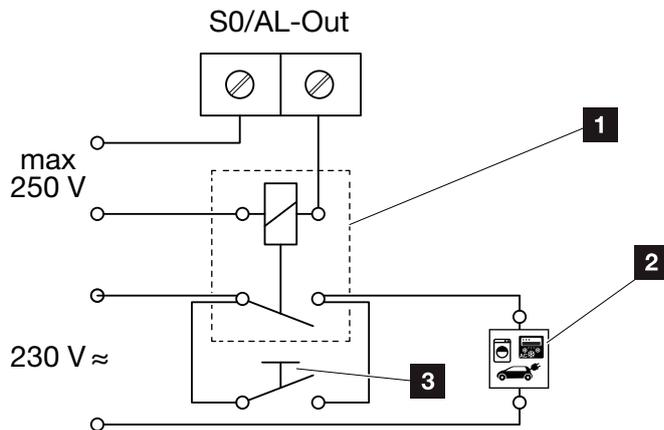

Abb. 61: Elektrischer Anschluss Eigenverbrauch
3. Die weiteren Komponenten für den Eigenverbrauch fachgerecht installieren und anschließen. **📄 Abb. 61**
1. Externes Lastrelais fachgerecht an die Anschlussklemme S0/AL-Out anschließen  **Abb. 61**